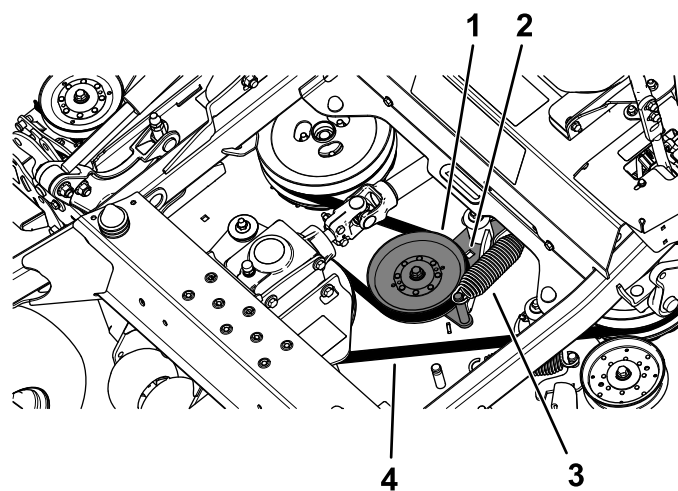

Figura 62
5. Utilice una llave de carraca en el taladro cuadrado del brazo tensor para aliviar la tensión del muelle tensor (Figura 62).
6. Retire la correa de las poleas de la carcasa de corte (Figura 62).